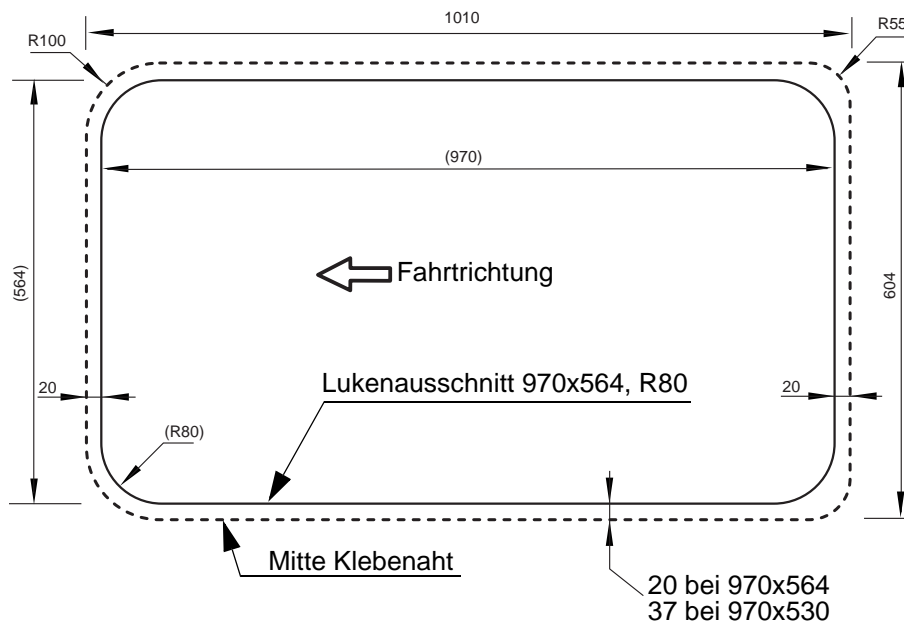

Abb. 4.6
- Grundwanne und Dachhaut im Klebebereich aufräumen analog der Klebenahrt (Abb. 4.6 und 4.10), mit Sika-Cleaner reinigen und mit Sika-Primer vorbehandeln (Produkthinweise beachten).